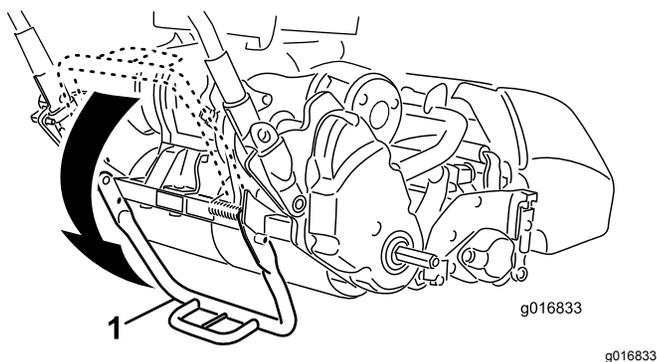

Figure 9
1. Avec le pied, appuyez sur le centre de la béquille et tirez sur le support du guidon inférieur jusqu'à ce que la béquille pivote vers l'avant et par-dessus le centre (Figure 9).